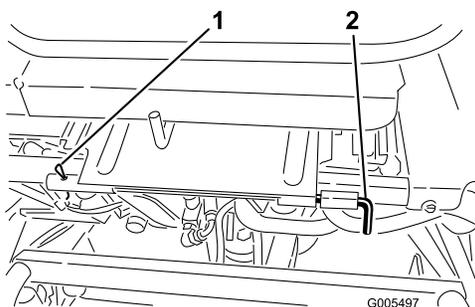

Figura 29
3. Abbassate il sedile e togliete il perno a rullo che fissa l'asta orientabile del sedile al telaio (Figura 29).